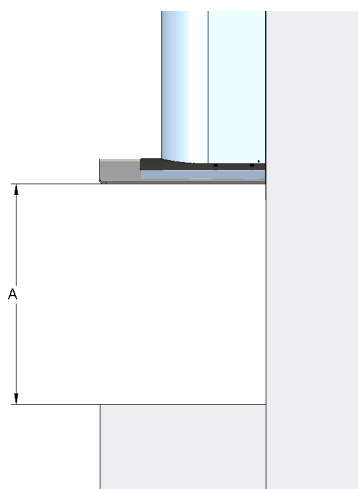

Abb. 3
Der Abstand „A“ von der Unterkante der Haube zur Oberkante der Arbeitsplatte sollte min. 50 cm betragen. Bei Gaskochfeldern müssen Sie einen Mindestabstand von 65 cm beachten (Abb. 3).
- ✦ Halten Sie die Haube an die Wand. Beachten Sie den Mindestabstand zur Arbeitsplatte (Abb. 3). Verwenden Sie zum justieren der Haube eine Wasserwaage.